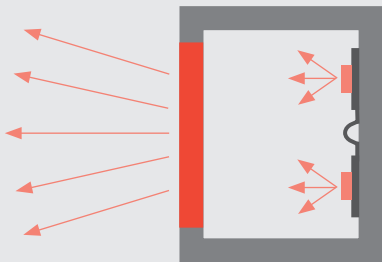

Figure 1 : publicité lumineuse avec plaque fine
- **Plaque fine (WH14, WH72)** pour la publicité lumineuse : lettrages lumineux, caissons lumineux, rétro-éclairages dans l'agencement de stands et de magasins (cf. figure 1).
L'exemple de technique d'éclairage illustré en figure 1 montre une luminosité accrue avec le PLEXIGLAS® LED par rapport aux gammes classiques avec diffusion de lumière équivalente.
Mesures effectuées avec des modules LED OSRAM BackLED BA01LA-W4F avec 115 modules/m², selon la configuration décrite en figure 1.